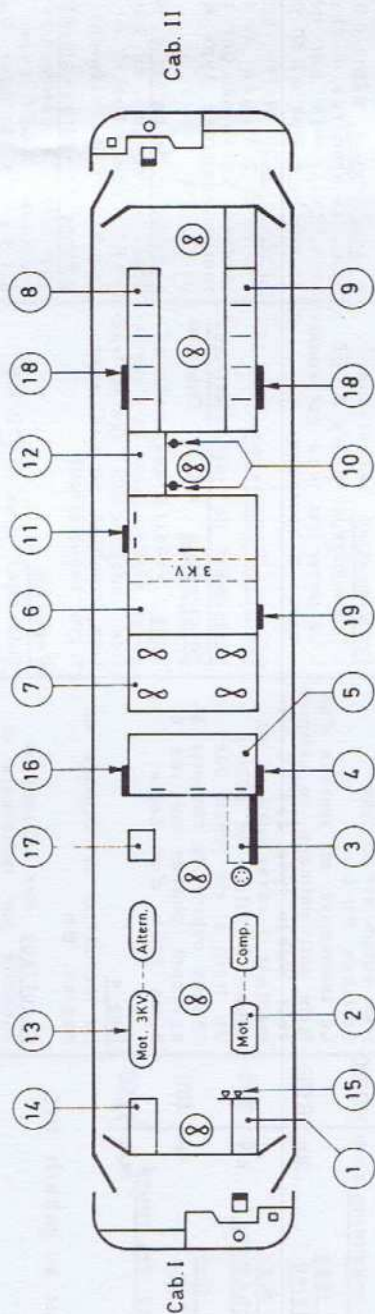

Fig. 2
2. VERIFICATIONS INTERIEURES (fig. 2).
- Le robinet d'isolement du pantographe 2 et le robinet du graisseur de brouelets roues bogie 2 se trouvent à proximité du ventilateur moteur de traction 4; ils doivent être ouverts (fig. 2 repère 10);